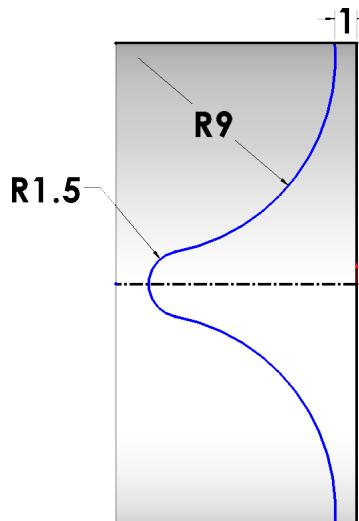

Fig. 12
Step 13. Add dimensions, **Fig. 12**.